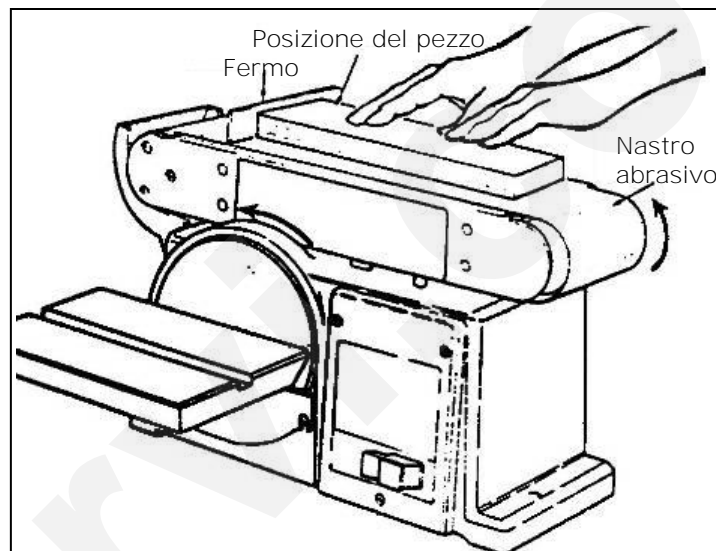

Figura 16 – Levigatura superficiale
4. Terminata la lavorazione, spegnere la macchina premendo il pulsante rosso di stop (figura 16).